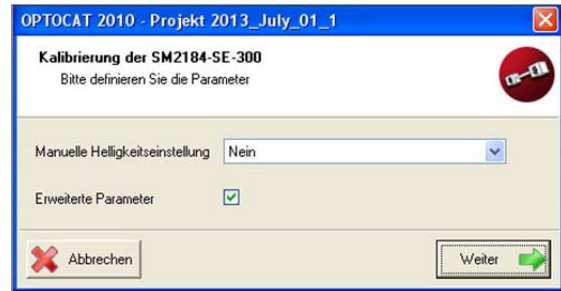

Abb.6
- „Manuelle Helligkeitseinstellung“: Nein (Abb.6)